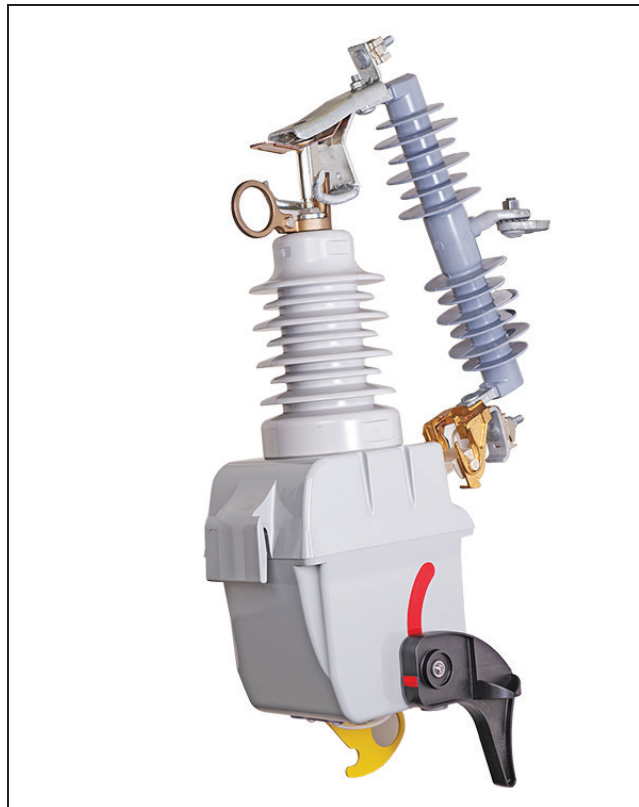

图8.模式选择杆处在非自动模式位置
- 步骤 6. 确定模式选择杆是否处在正确的位置上。要么是自动模式要么是非自动模式,请看图8。了解更多模式选择杆的信息请参考说明书第16页。将模式选择杆放在向下的位置,合上VacuFuse自动复位开关为变压器通电。